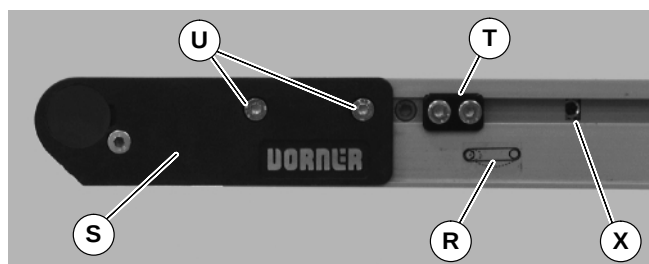
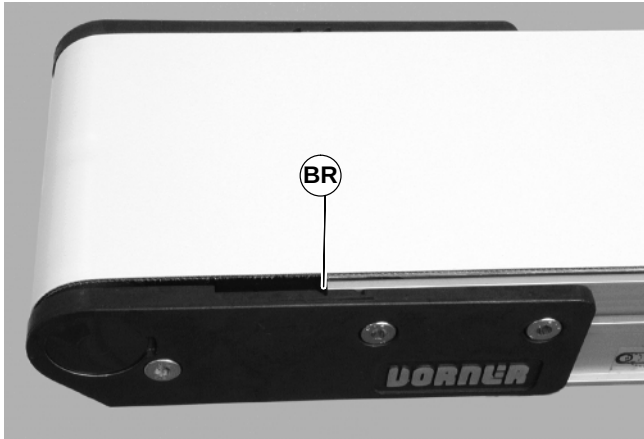

Abbildung 37
Abbildung 38
1. Am Spannende des Förderbandes, das mit einem Etikett gekennzeichnet ist (R siehe Abbildung 37), vordere Deckplattengruppe anpassen (S): Zu beiden Seiten des Förderbandes die Befestigungsschrauben lösen (U) und das Ritzel drehen (X), um die vordere Deckplattengruppe anzupassen.
- Die vordere Deckplattengruppe so anpassen, dass das Ende des Förderbandrahmens mit der ersten Spannmarkierung ausgerichtet ist (BR siehe Abbildung 38). Die Befestigungsschrauben (U siehe Abbildung 37) zu beiden Seiten des Förderbandes mit 7 Nm festziehen.
- Falls mit Spurführungsnocken ausgestattet (T siehe Abbildung 37), gegen die vorderen Deckplatten neu positionieren und Spurführung anpassen. Siehe „Spannen des Gurtes“ auf Seite 16.